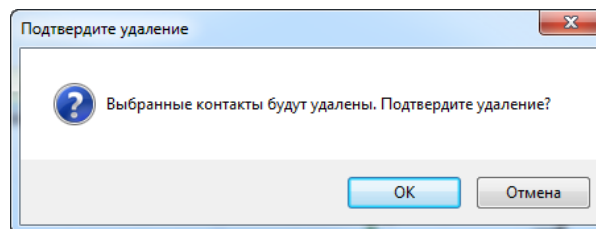

Рис. 272 Окно «Подтверждение удаления»
3. В отобразившемся на экране окне «Подтвердите удаление» нажмите кнопку «ОК» для удаления контактов или «Отмена» для отмены операции, см. Рис. 272.